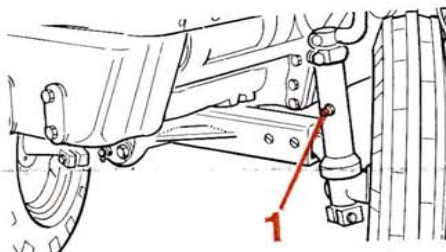

Fig. 37
Injecter de la graisse **MOBIL GREASE SUPER** dans le graisseur (1) fig. 37 de chaque fusée.